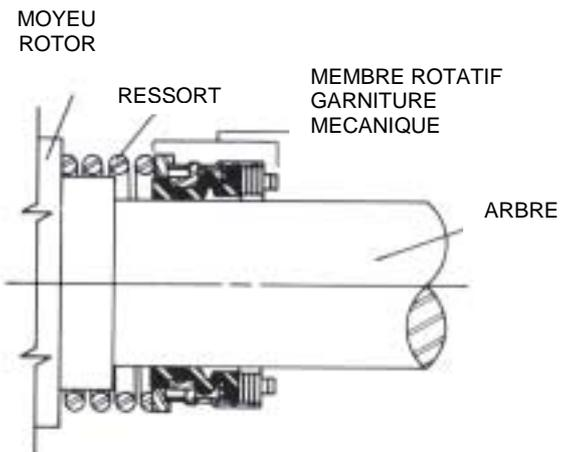

FIGURE 11
7. Placez le ressort sur l'arbre contre le moyeu du rotor. Voir la Figure 11.